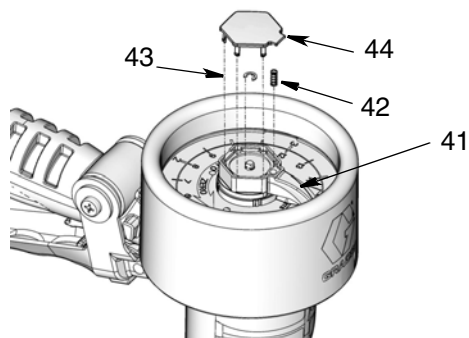

Рис. 14
2. Снимите крышку (44), малое стопорное кольцо (43), штифт указателя (41) и пружину указателя (42) (Рис. 14).